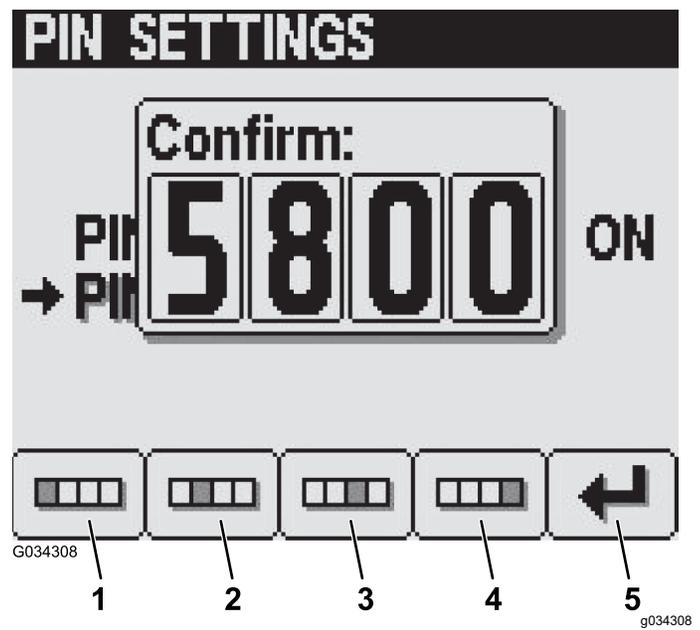

图 29
6. 在输入新 PIN 屏幕按 1 至 4 号按钮可输入您的新 PIN 码。PIN 输入完成后按 5 号按钮图 29。
**注意** 确认 PIN 码之后图 29 Pin Correct Pin 纠正屏幕将显示约 5 秒钟。